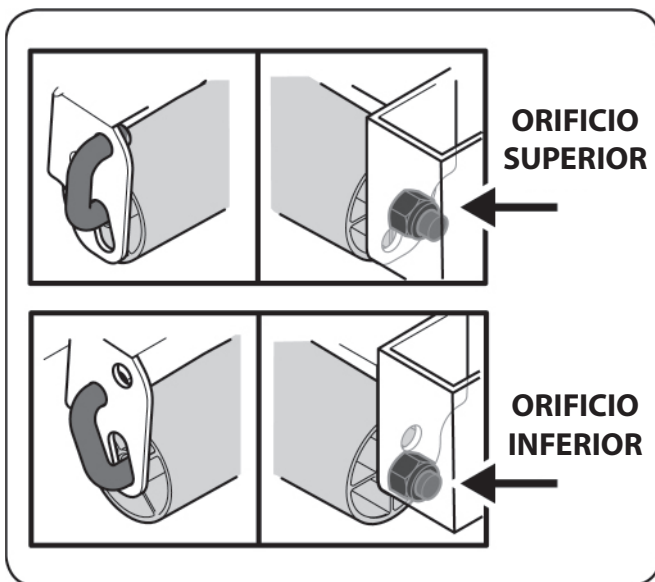

Figure 1-12
- El rodillo se puede ajustar en dos alturas diferentes. Para cambiar la altura del kit marcafranjas, extraiga la tuerca de seguridad y deslice el pasador hacia afuera lo suficiente para moverlo hasta el ajuste de altura deseado en el lado derecho de la ménsula. Sujete el extremo con gancho del pasador e instale la tuerca de seguridad para trabar en posición. Consulte Figure 1-12.